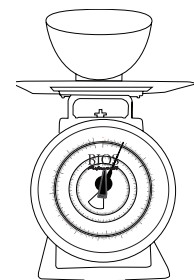

Figure 1
1. Placer le premier article sur le plateau en acier inoxydable (voir figure 1).